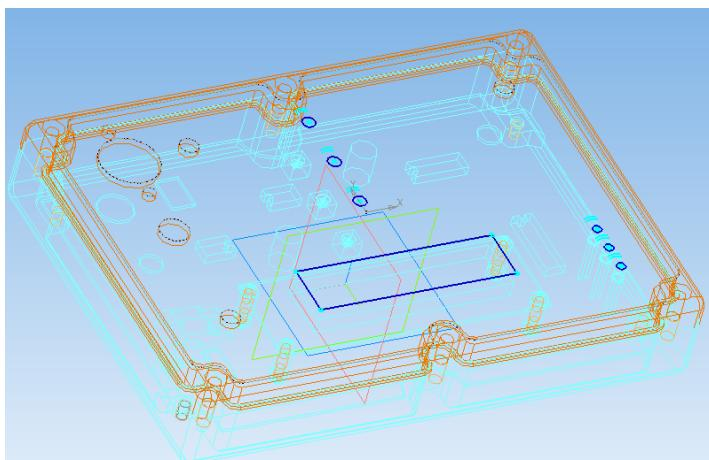

Рис. 5.1. Проектирование отверстий
4. Выбрать кнопку **Спроектировать**  и на поверхность крышки спроектировать отверстия как на рис. 5.1. Кнопкой **Спроектировать** надо пользоваться аккуратно и нажимать на проецируемые линии один раз.